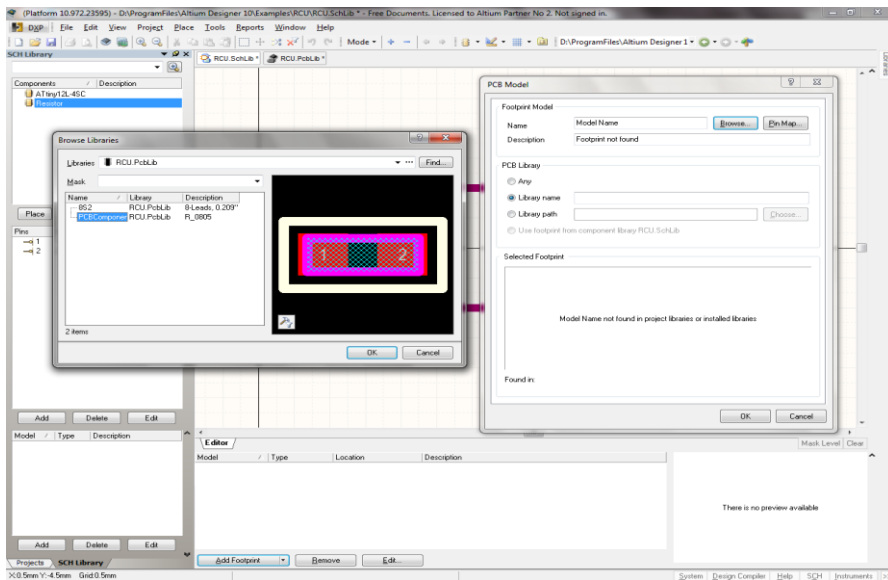

Рисунок 2.12 – З'єднання УГП та ТПМ резистора
5. Тепер потрібно з'єднати УГП та ТПМ резистора. Для цього переходимо у вкладку з відкритим файлом бібліотеки символів з УГП резистора, та у вікні підключення моделей натискаємо на клавішу Add footprint. Далі як показано на рис. 2.12 обираємо потрібний файл з ТПМ резистора та зберігаємо отриманий результат.